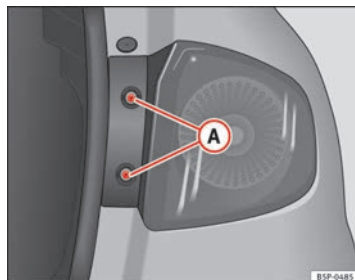

Fig. 189 Feu de position/feu stop
- Retirez les vis → fig. 189 (A).